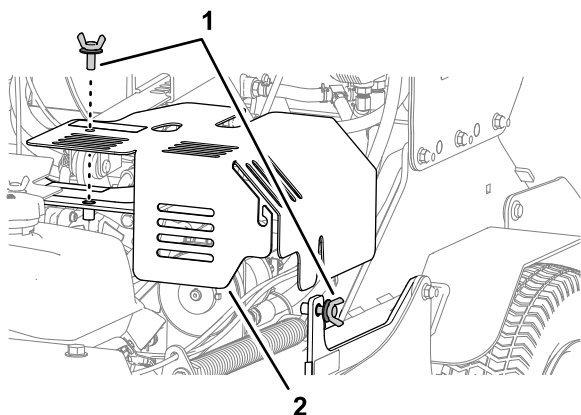

Figure 48
2. Retirez la vis à oreilles supérieure, desserrez la vis à oreilles latérale et déposez le couvercle du compartiment hydraulique gauche (Figure 48).
5. Placez le trou et la fente du couvercle du compartiment hydraulique gauche en face des supports de la machine, et fixez le couvercle avec les 2 vis à oreilles (Figure 48).